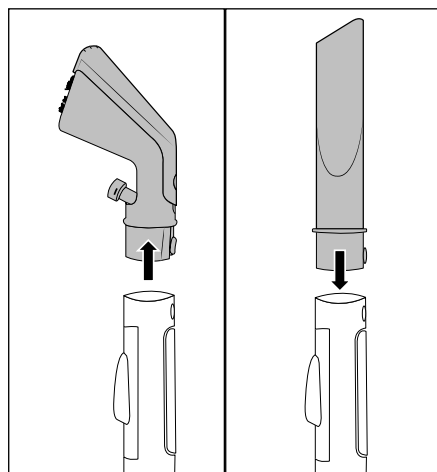

Fig. 8
- ◆ Tryk på låseknappen 25/32 og tag polstermundstykket 22 eller fugemundstykket 23 af sprøjte-/sugeslangen 19 (se fig. 8).